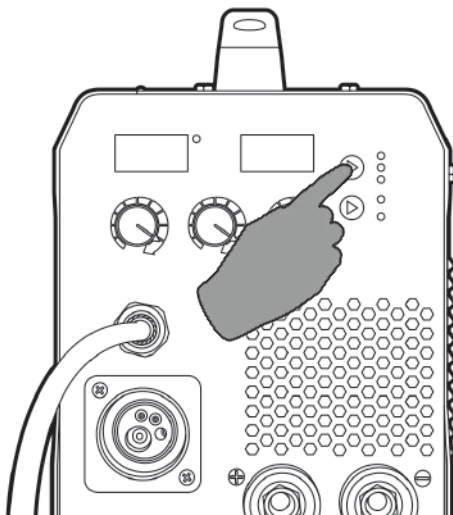

Рис. 11.5. Выбор способа сварки.
**4.** Перейдите в режим MMA (см. рис. 7.1, п. 6) на передней панели сварочного аппарата (см. рис. 11.5).